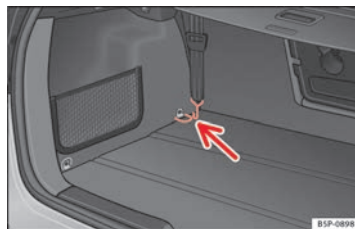

Fig. 122 Argollas de amarre para tensar la red separadora.
- Enganche los cinturones en las argollas de amarre anteriores para tensar la red ⇒ fig. 122.